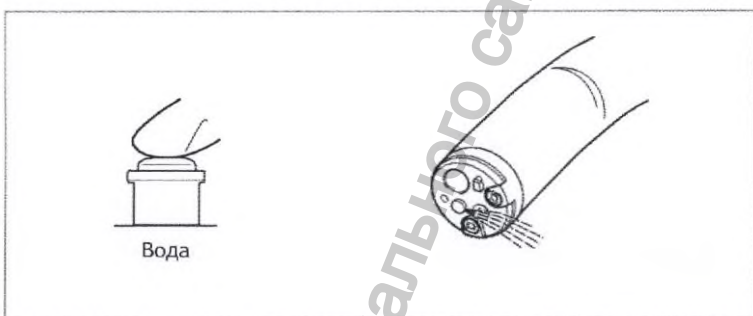

Рис. 5.15
5. Извлеките эндоскоп из воды и нажмите на клапан подачи воздуха/воды. Убедитесь, что из дистального конца эндоскопа вытекает некоторое количество воды (Рис. 5.15).